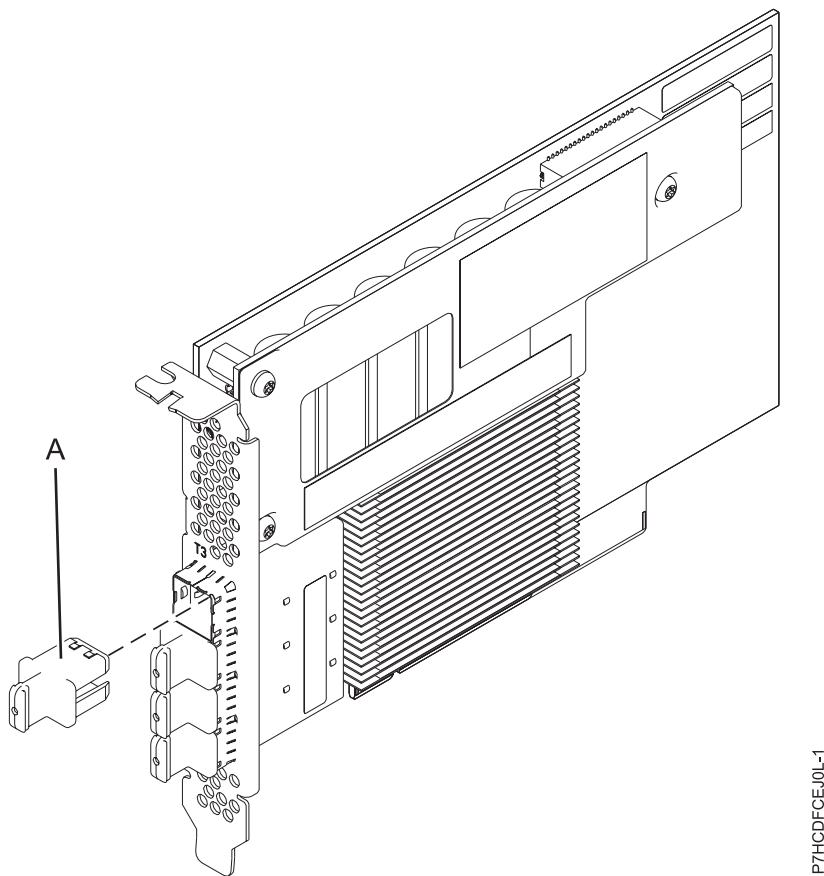

Figura 16. Adaptador SAS RAID PCIe3 amb 12 GB memòria cau i 6 Gb
Figura 16 a la pàgina 42 mostra l'adaptador SAS RAID de memòria cau PCIe3 de quatre ports amb 12 GB i 6 Gb. L'endoll del connector (A) es troba en un port buit i impedeix danys en aquest port sempre que s'endollin o s'extreguin cables de connectors de port adjacent.
L'FC EJ0L és un adaptador curt d'amplada única i altura completa. La Figura 16 mostra l'adaptador FC EJ0L. Cada FC EJ0L requereix un altre FC EJ0L en aquest servidor o en un altre servidor que es combina amb l'adaptador SAS RAID i permet el funcionament de la memòria cau i altres funcions de disponibilitat de multiiniciador i d'alta disponibilitat (IOA d'emmagatzematge dual).